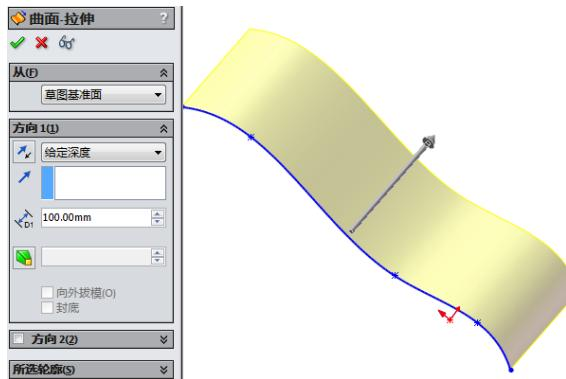

图 6-45 “曲面一拉伸”属性管理器
**03** 此时出现“曲面一拉伸”属性管理器，如图 6-45 所示。